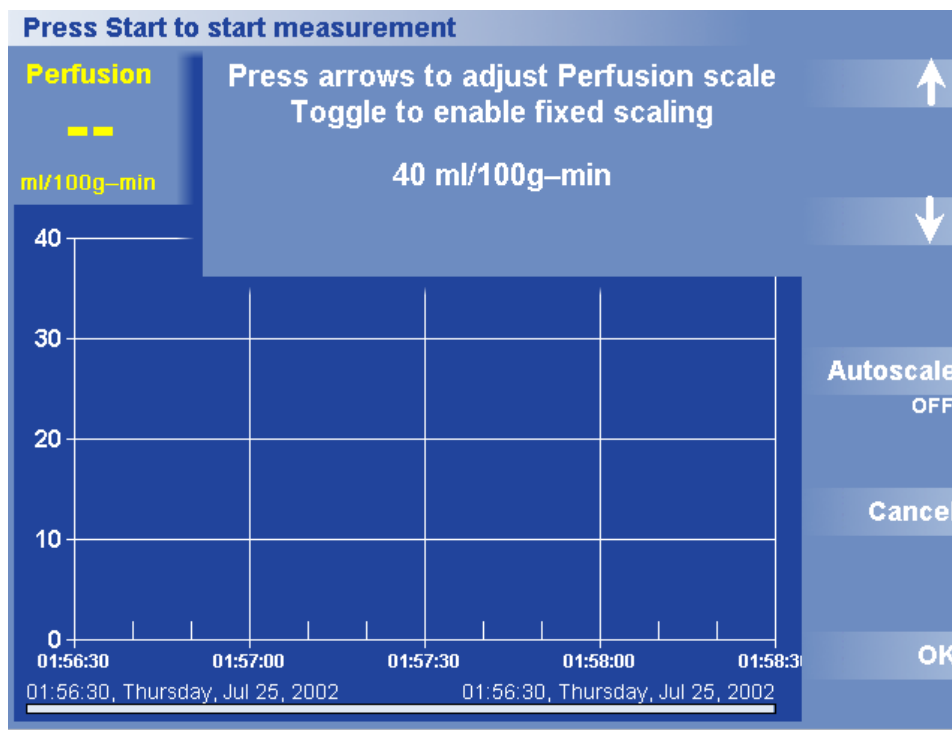

図 35 灌流範囲の設定ダイアログ ボックスおよびメニュー
1. Options (オプション) > View Data (データの表示) > Set Perfusion Range (灌流範囲の設定) を押します。灌流範囲の設定ダイアログ ボックスが表示されます (図 35)。